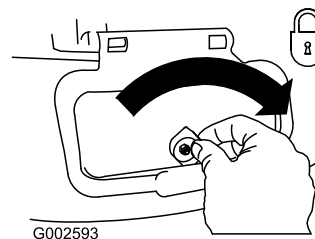

Figure 43
**Important:** Verrouillez le volet d'éjection latérale après l'avoir fermé (Figure 43).